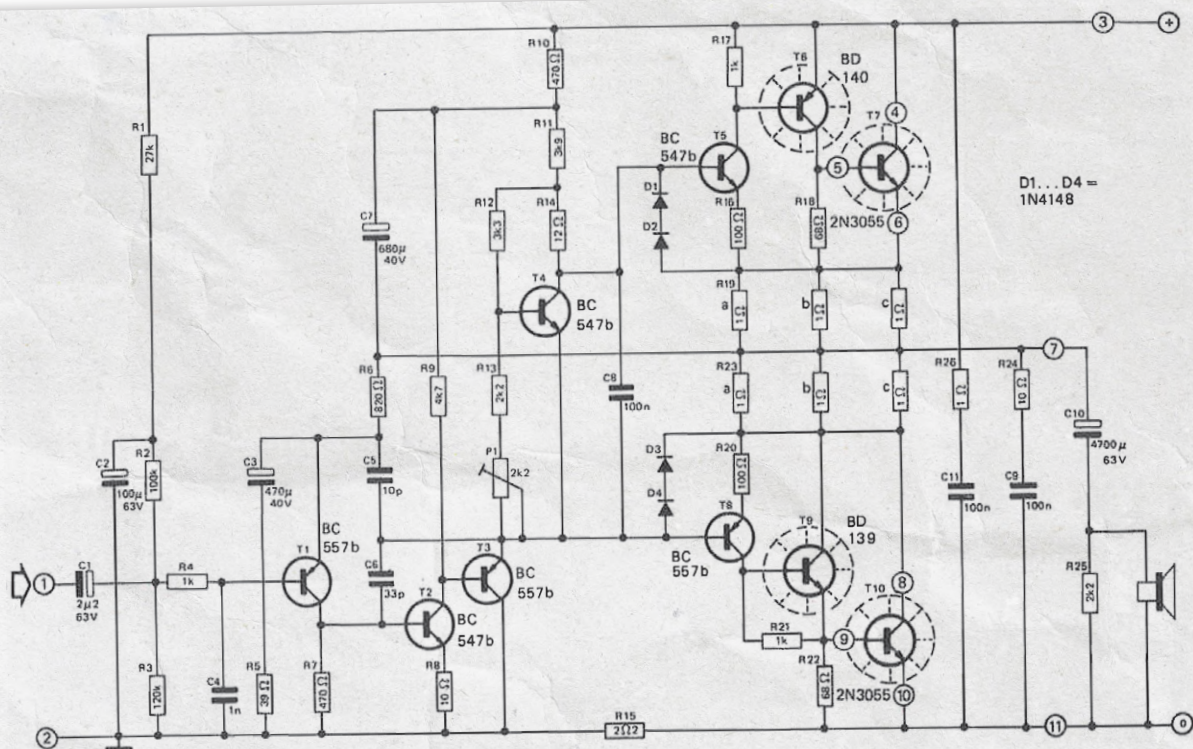

Figure 1. Le schéma original de l'amplificateur Equin (désolé pour la qualité imparfaite du scan).
*Pour ceux que cela intéresserait : les deux articles anglais décrivant l'amplificateur Equin sont disponibles au format PDF sur les pages [1] et [2]. Le schéma de la **figure 1** est extrait de l'un d'eux.*